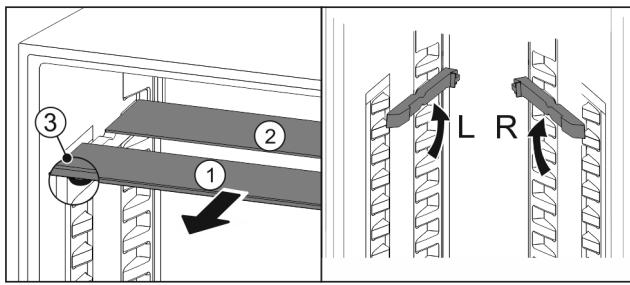

Fig. 67
- ▶ Izvucite Fig. 67 (1) staklene ploče jednu po jednu prema naprijed.
- ▷ Staklena ploča Fig. 67 (1) s ukrasnom letvicom nalazi se sprijeda.
- ▷ Zaustavljači Fig. 67 (3) su usmjereni prema dolje.